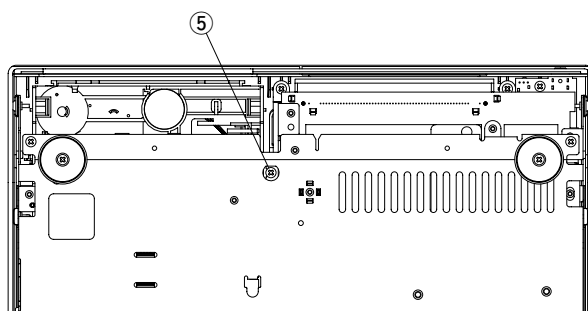

Fig. 3
- Remove 1 screw ( ⑤ ) in Fig. 3.
- ⑤のネジ1本を外します。( Fig. 3 )